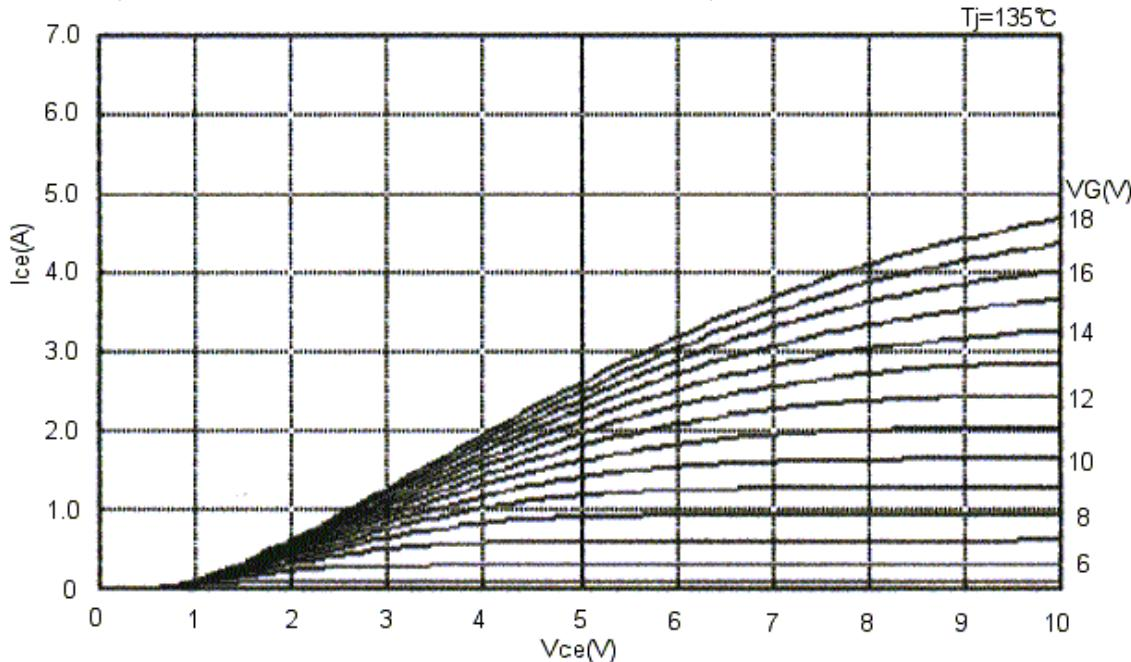

図 8 . IGBT の出力特性 (代表例)
(1) 電源シーケンス
- ・ 電源シーケンスにおいて、IGBT 破壊の危険性にある状態は、出力 IGBT の電流能力低下にあります。出力 IGBT のオンオフは、ゲート電圧によって制御されます。ゲート電圧は、下アーム IGBT の場合 Vcc 電圧 (VCC-GL 間) が、上アームの場合 C+ の電圧 (C+-MU, C+-MV, C+-MW 間) が与えられます。図 8 に IGBT の電圧 - 電流特性を示します。VG はゲート電圧です。